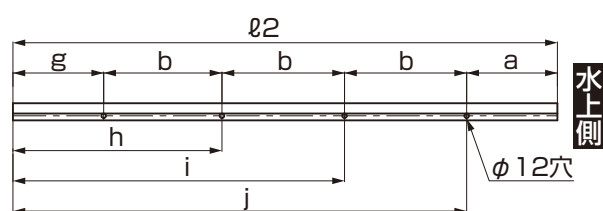
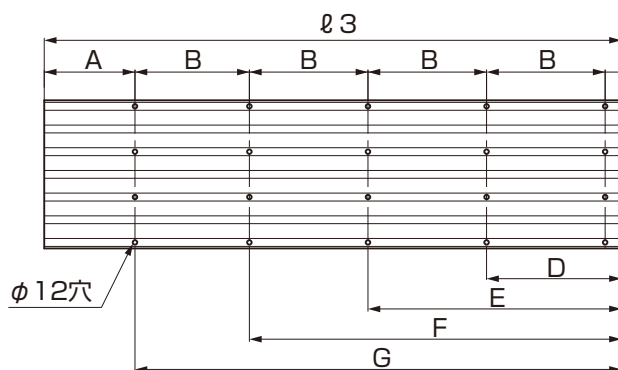
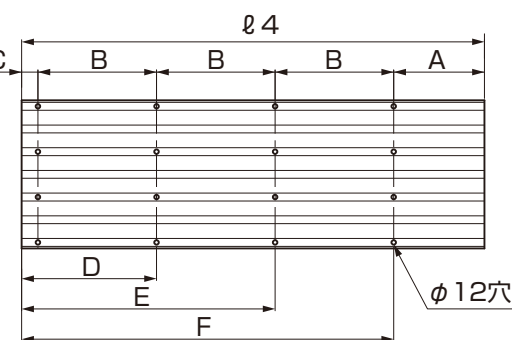

図3-10 側枠上 (水下側) 加工位置図
図3-11 折板下 加工位置図
図3-12 折板上 加工位置図
①図3-9、図3-10、図3-11、図3-12、表3-5、表3-6を参照して、側枠と折板を加工してください。